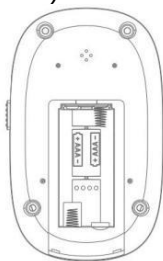

Fig. 4.1
- 1) Dé la vuelta al medidor para abrir la tapa de la batería. Presione y levante la tapa de la batería para abrirla. (Consulte la fig. 4.1)